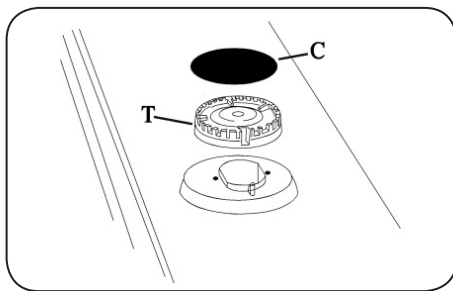

Fig. 4
- Para a limpeza dos queimadores “T”, espalhadores de chama “C” - [Fig. 4] e a trempe [grelha] utilizar um pano ou uma esponja macia com detergente, sabão neutro ou desengordurantes. Secar os queimadores adequadamente antes de reutilizá-los, pois a umidade em excesso pode dificultar o acendimento dos mesmos.